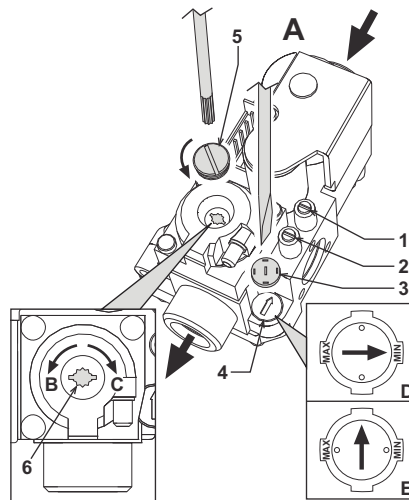

fig. 17 - Réglage de la pression
Sur les chaudières PEGASUS D, la puissance thermique du foyer - et par conséquent, la puissance thermique fournie à l'eau de chauffage - peut être réglée en agissant simplement sur le réglage du brûleur principal par le biais de la vanne à gaz (voir fig. 17). Les diagrammes du paragraphe cap. 5.2 illustrent la variation de la puissance thermique fournie à l'eau en fonction de la pression de fonctionnement du brûleur. Le fait de pouvoir adapter la puissance de la chaudière aux exigences spécifiques de chauffage permet principalement de réduire les dispersions et donc d'économiser du combustible. De plus, grâce à la variation de la puissance, réglementée également par la loi, les chaudières maintiennent inaltérées les valeurs de rendement et les caractéristiques de combustion.
1. À l'aide d'un petit tournevis, ôter le capuchon de protection 5 de l'opérateur secondaire de la vanne à gaz de fig. 17.
2. Relier un manomètre à la prise de pression 2 (fig. 17) montée en aval de la vanne à gaz ; tourner le bouton du thermostat de la chaudière sur la position maximum.
3. Régler la pression à l'aide de la vis 6 (fig. 17) sur la valeur désirée, conformément aux diagrammes du paragraphe cap. 5.2.
2. Ôter le petit capuchon de protection 3 de la vanne à gaz (fig. 17). À l'aide d'un petit tournevis, régler le "STEP" d'allumage pour le gaz souhaité (**G20-G25** position **D** fig. 17, ou **G30-G31** position **E** fig. 17) ; remettre ensuite le capuchon.
- Purger l'air présent dans les tuyauteries du gaz à l'aide de la prise de pression 1 de la vanne à gaz (fig. 17).